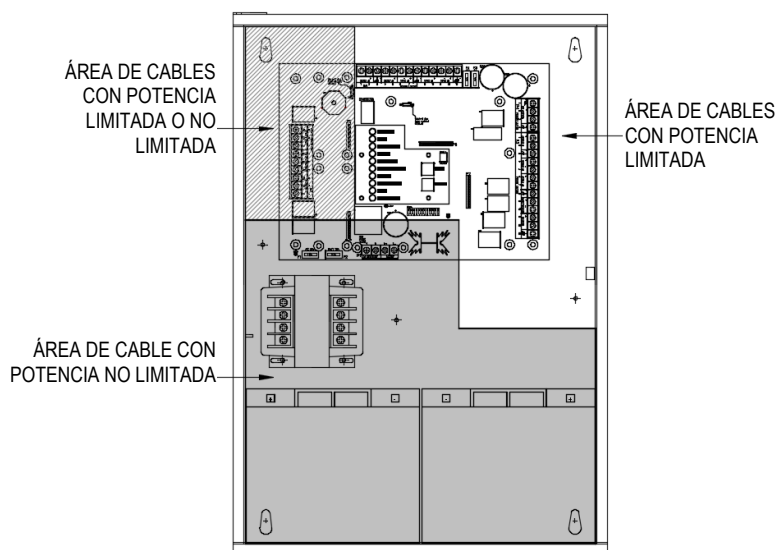

Figura 31 Segregación de cables de potencia limitada vs. de potencia no limitada
Paso 2: asegure los cinco soportes separadores hexagonales M/H a la placa de control principal, como se muestra en la Figura 31.